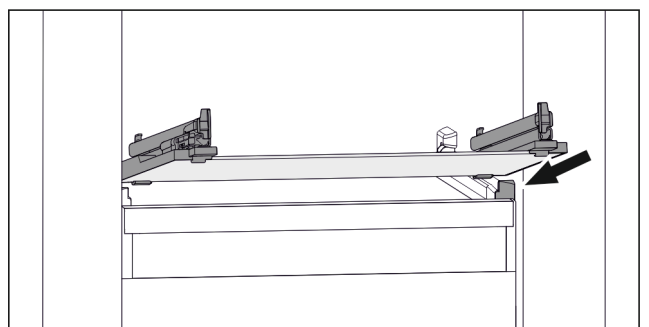

Fig. 122 Exemple de représentation de la tablette en verre
- ▶ Placer la tablette en verre, en l'inclinant, derrière les butées. (voir Fig. 122)